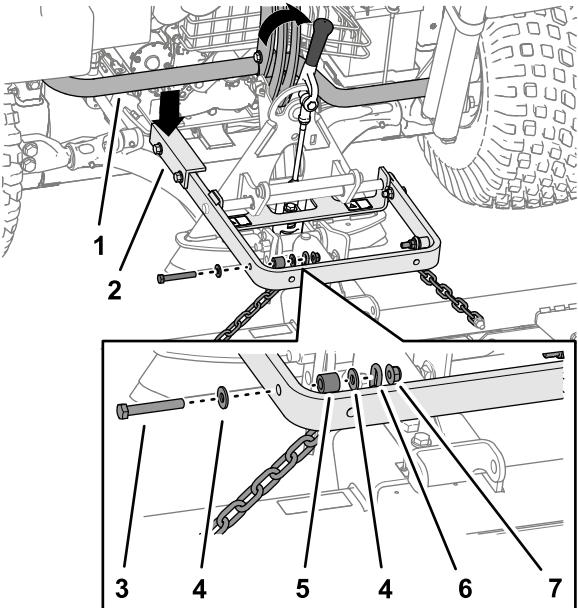

Рисунок 6
Внимание: Длинное плечо рычага подъема должно располагаться под задним узлом рамы тягового блока (Рисунок 6).
Для подъема и передвижения навесного оборудования используйте рукоятку сзади переходника навесного оборудования (Рисунок 6).
5. Прикрепите верхнее звено каждой цепи к краю рычага подъема (Рисунок 6), используя болт ($\frac{3}{8}$ x 2½ дюйма), 2 шайбы ($\frac{3}{8}$ x $\frac{7}{8}$ дюйма), проставку и контргайку ($\frac{3}{8}$ дюйма).